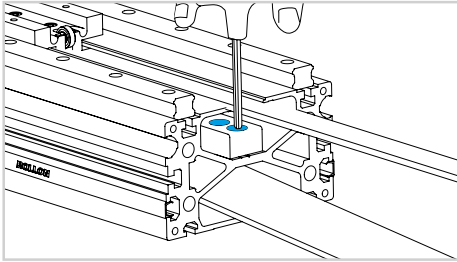

Fig. 13
14) Die Sicherheitsblockierung demonstrieren (Abb. 13).
17) Entfernen Sie die Sicherheitsblockierung auf dieser Seite (Abb. 13).